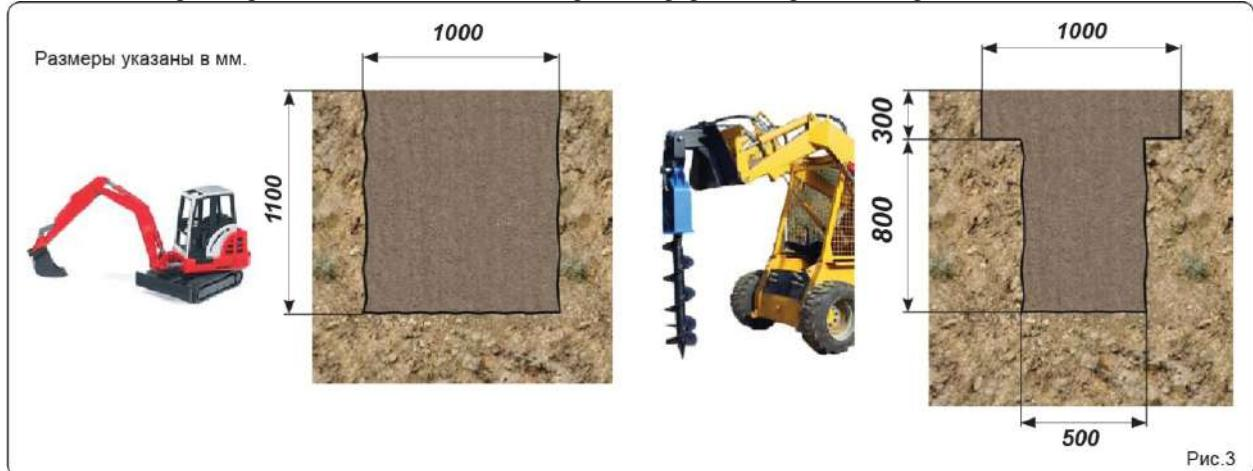

Рис.3
**Внимание!** Приямок должен быть квадратный со стороной приблизительно 1 м (рис. 3). Приямок можно также выкопать с помощью земляного бура. В этом случае его диаметр должен быть 50 см, глубина также 1,1м. Верхняя часть ямы должна быть расширена на глубину 30 см и расширенной части должна быть придана форма квадрата со стороной 1 м.